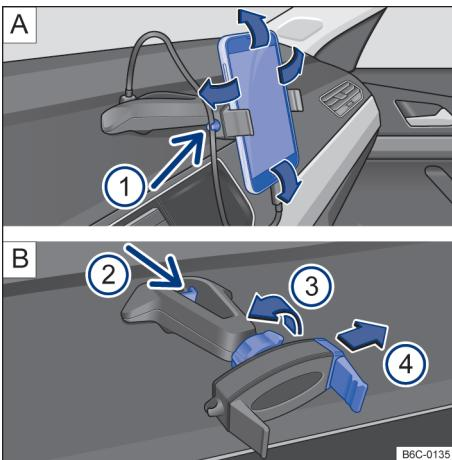

Fig. 195 No console central: suporte para telefone celular e ajustes.
- Segurar o suporte com uma mão e pressionar o botão de destravamento → **Fig. 195 [B] ②** (seta).
- Com a haste → **Fig. 195 [B] ④** deslocar no sentido da seta, e instalar o telefone celular no alojamento.
- Com a outra mão deslocar a haste → Fig. 195 [B] (4) até que seja possível remover o aparelho do alojamento.
- Colocar o cabo USB na entrada carregador USB do suporte existente no painel de instrumentos → Fig. 195 [A].
- Prender o cabo no suporte → Fig. 195 [A] (1).
O suporte para telefone celular tem garantia de 3 anos, com exceção da haste deslizante (garra) → Fig. 195 B (4) que tem garantia de **1 ano**.